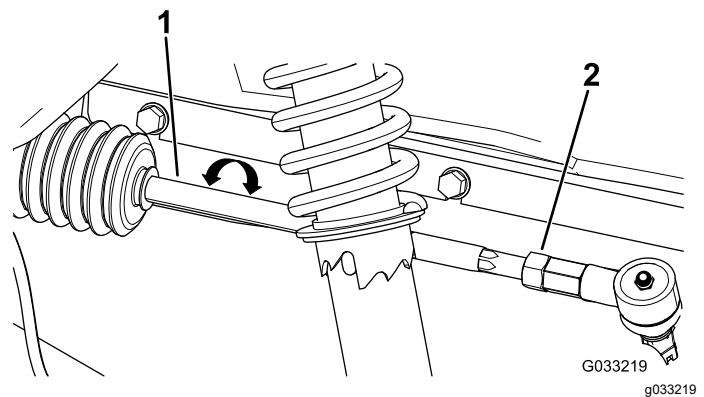

Figura 54
- Si la distancia no es de 0–6 mm (0–¼"), afloje las contratuercas en el extremo exterior de las bielass (Figura 54).